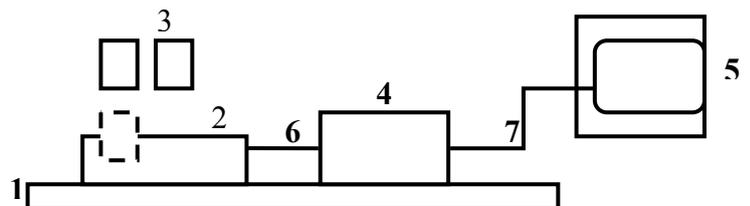

Рис. 4
6. Соберите установку в соответствии с рис.4.
10. Проверьте, получен ли на дисплее NOVA, график, подобный приведенному на рис.4. В противном случае повторите опыт.